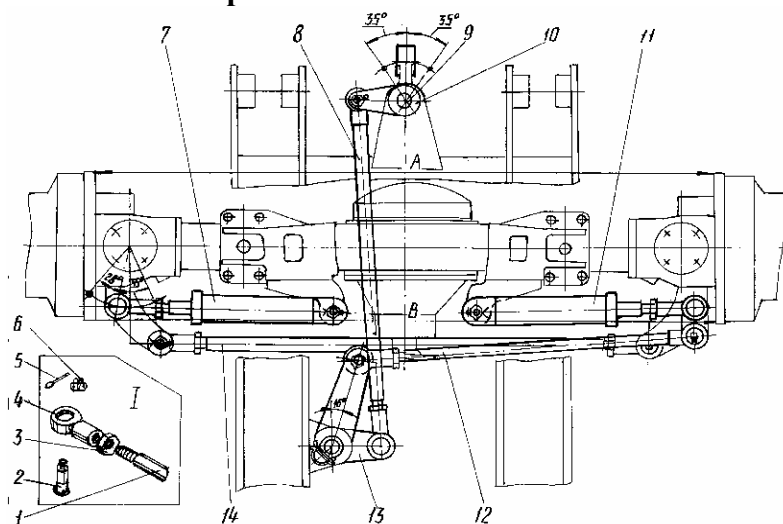

Рис. 18 Механизм управления поворотом колес
1. Расшплинтуйте, отверните гайку 6 (рис. 18) и выньте конический палец 2, который соединяет шток левого гидроцилиндра поворота колес 7 с кронштейном, приваренным к поворотному суппорту моста. Поверните левое переднее колесо налево до упора и полностью задвиньте шток внутрь цилиндра 7. Ослабьте гайку 3, стопорящую наконечник 4 штока, и, регулируя положение наконечника на резьбовом конце штока, добейтесь совмещения отверстий в наконечнике и приварном кронштейне, после чего наверните наконечник на шток на 1,5-2 оборота. Выдвиньте шток, чтобы добиться совмещения отверстий в наконечнике 4 и кронштейне, вставьте на место конический палец 2, затяните гайки 6 и 3 и зашплинтуйте.*
3. Освободите один конец поперечной тяги 14 и отрегулируйте схождение передних колес таким образом, чтобы расстояние А (рис. 18) между торцами барабана левого и правого колеса было меньше аналогичного расстояния В на 3...5 мм, регулируя положение этого наконечника, установите поперечную тягу на место, затяните стопорную гайку и зашплинтуйте.*